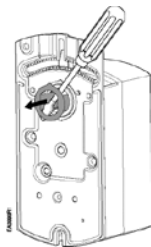

Figure 3. Enlever le guide d'axe Ø 1/2-po pour axes 3/8-po ou 5/8-po.
Si vous utilisez un axe de 3/8 de pouce : Enlevez le guide d'un demi-pouce installé en usine. Voir figure 3.
1. Retirez le guide de 1/2 pouce installé en usine. Voir figure 3.